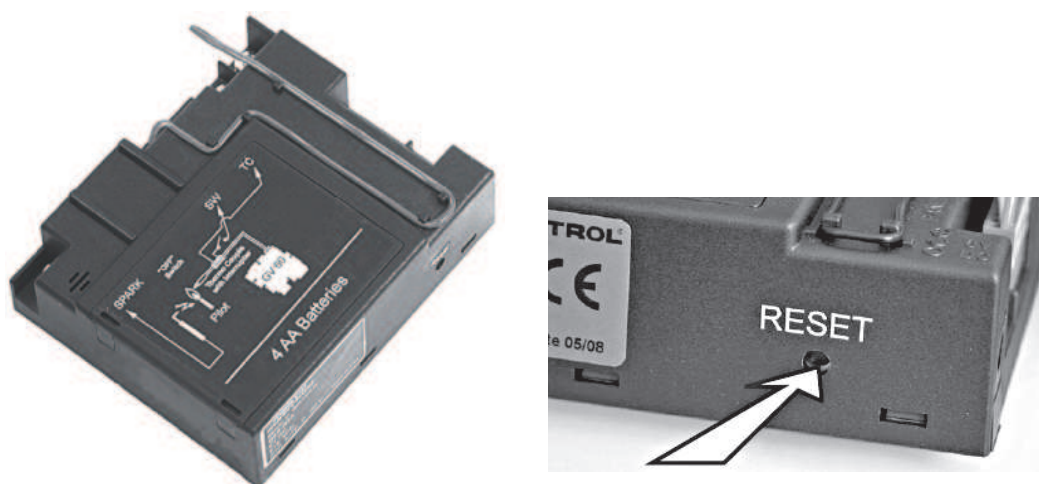

Figure 3: Bouton "RESET" du récepteur
- Appuyez sur le bouton "**RESET**" du récepteur et maintenez-le enfoncé jusqu'à entendre 2 bips. Voir figure 3.